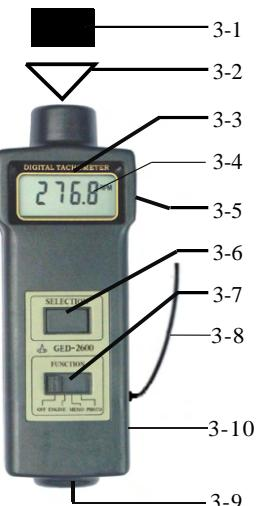

图 1
- 4.4 将内置传感器(图1, 3-9)或分体式传感器(图1, 3-8)靠近点火线圈，按下测量按钮(图1, 3-5)，当监视灯(图1, 3-3)以均匀的时间间隔闪烁或稳定地出现在LCD上时，说明发动机的点火脉冲正在被正确地检测，显示器上的值就为发动机的转速。一般情况下，传感器应与点火线圈平行。
当释放测量按钮时，显示器上将保留最后一个测量值。但测量期间的最大、最小值及最后一个测量值（如图2所示）都自动存储在仪表中。只要将功能开关（图1, 3-7）拨到“MEMO”位置，测量值就显示出来，先显示数字，后显示出英文符号，交替显示。其中“UP”代表最大值、“dn”代表最小值，“LA”代表最后一个值。每按一次选择按钮（图1, 3-6），则显示另一个记忆值。（见图2）